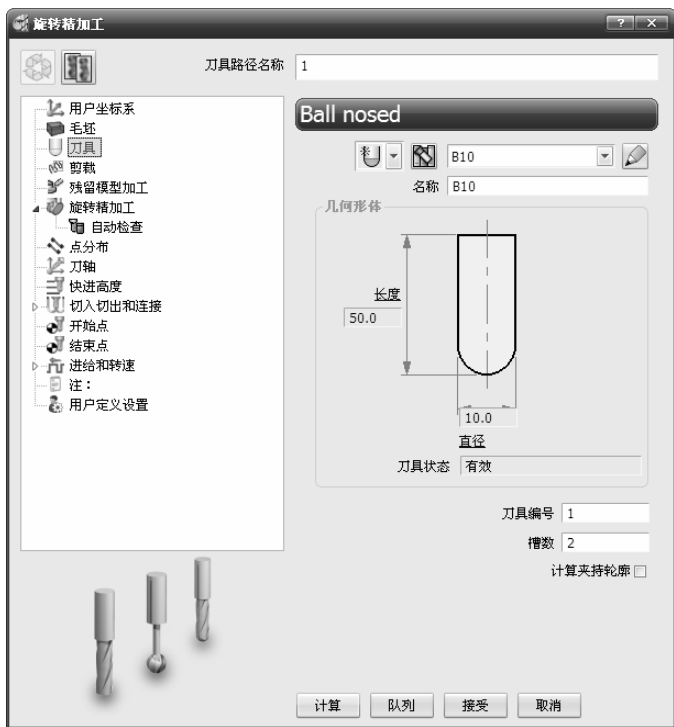

图 2-272 “旋转精加工”对话框
4) 单击主工具栏上的“刀具路径策略”按钮, 弹出“策略选取器”对话框，单击“精加工”选项卡，选中“旋转精加工”选项，单击“接受”按钮，弹出“旋转精加工”对话框，如图 2-272 所示。